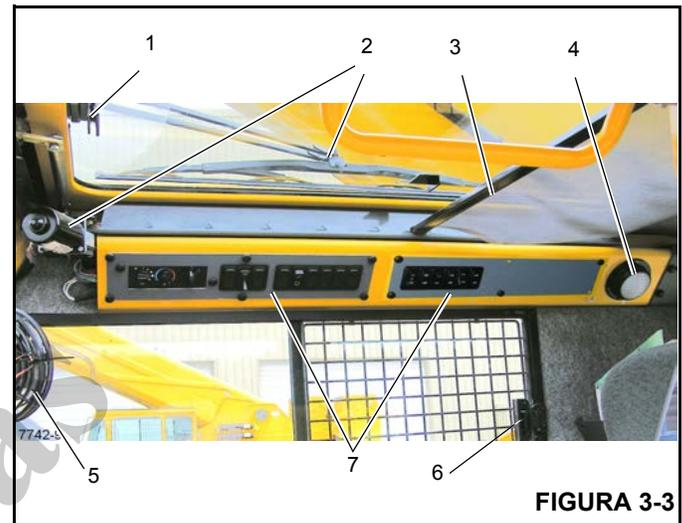

FIGURA 3-3
A trava do teto solar (1, (Figura 3-3)) localiza-se na frente do teto solar. Comprima a trava e deslize a janela para trás para abrir. Para fechar, deslize a janela para frente até que a trava encaixe.
O limpador do teto solar (2, Figura 3-3) é controlado pela chave do limpador de para-brisa, (4) (Figura 3-4) e é operado pelo motor do limpador.
O protetor do teto solar (3, Figura 3-3) é usado para diminuir a incidência direta da luz do sol. O protetor é autorretrátil e pode ser ajustado para filtrar toda a luz ou ajustado para trás, encaixando-o nos entalhes existentes.
A luz de teto da cabine (4, Figura 3-3) localiza-se no canto traseiro direito do console do teto da cabine e ilumina a cabine. A luz de teto é controlada por uma chave na própria luz.
O ventilador de circulação da cabine (5, Figura 3-3) localiza-se no lado dianteiro esquerdo da cabine, acima da estrutura da janela. Uma articulação permite que o ventilador gire e uma chave em sua base controla a operação. A chave possui as posições alta, baixa e desligada.
A janela do lado direito da cabine pode ser aberta. Comprima a trava (6, Figura 3-3) para liberar a janela e deslize para a frente. Para fechar, deslize a janela para trás até que a trava encaixe.
A chave reguladora de luz do painel (5) (Figura 3-4) controla a iluminação dos controles do teto do aquecedor/ar-condicionado e do indicador de temperatura do óleo da transmissão (7) (Figura 3-3). Pressione a chave para aumentar ou diminuir a iluminação do painel.